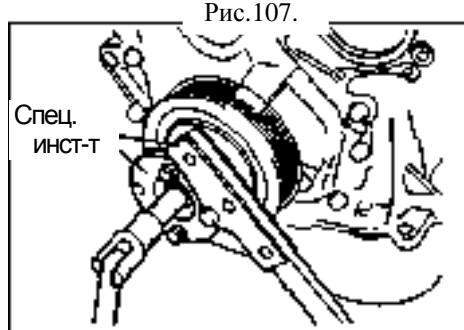

Рис.107.
33. Установите шкив (см. рис.107).